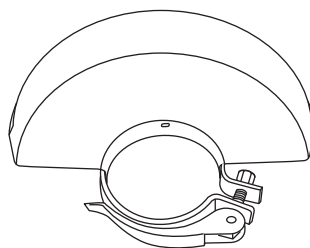

Fig. 4, Protección para amolado
> Utilice la protección para amolado abierta (13) para trabajos de amolado (Fig. 4).